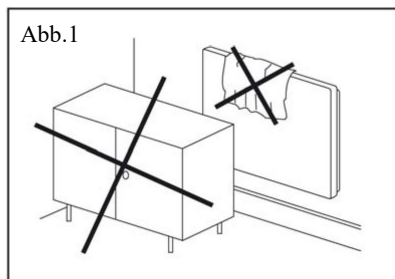
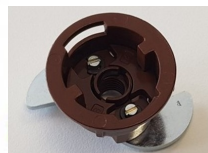
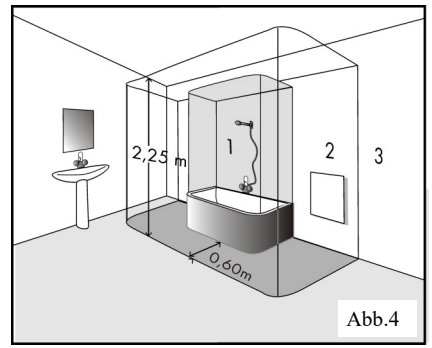

Abb.2
Abb.3
Abb. 4
- **Es ist verboten, Dübel mit Selbstschneidgewinden zur Befestigung der Platten in Gipskarton-/Gipsfaserunterdecken zu verwenden, s. Abb. 2. Beispiele geeigneter Dübelarten, s. Abb. 3.**
Der Abstand der Unterkante des Verbrauchsgeräts vom Fußboden muss mindestens 50 mm sein, es werden 150 mm empfohlen. Der Seitenabstand, z.B. von Möbel, muss mindestens 100 mm und der Abstand nach oben mindestens 100 mm betragen (siehe Abb. 2). In Badezimmern ist die Platte in Übereinstimmung mit der Norm HD 60364-7-701:2007 zu installieren und sie kann gemäß der Abb. 4.